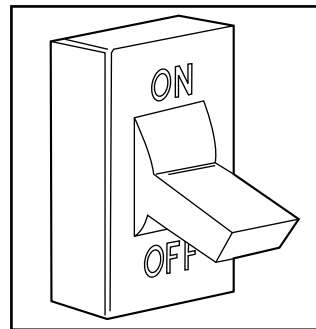
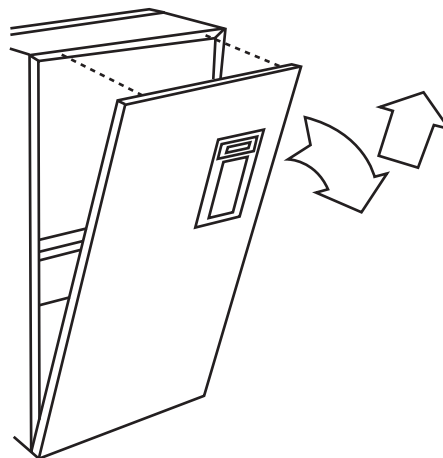

Fig. 20 - Couper l'alimentation électrique
Fig. 21 - Panneau de service de la fournaise
1. Couper l'alimentation électrique de la fournaise. Voir fig. 20.
• FILTRE(S) À AIR DANS LE COMPARTIMENT DE LA SOUFFLANTE :
a. Déposer le panneau de service de la fournaise. Voir fig. 21.
1. Couper l'alimentation électrique de la fournaise, puis déposer son panneau de service. (Voir fig. 20 et 21.)